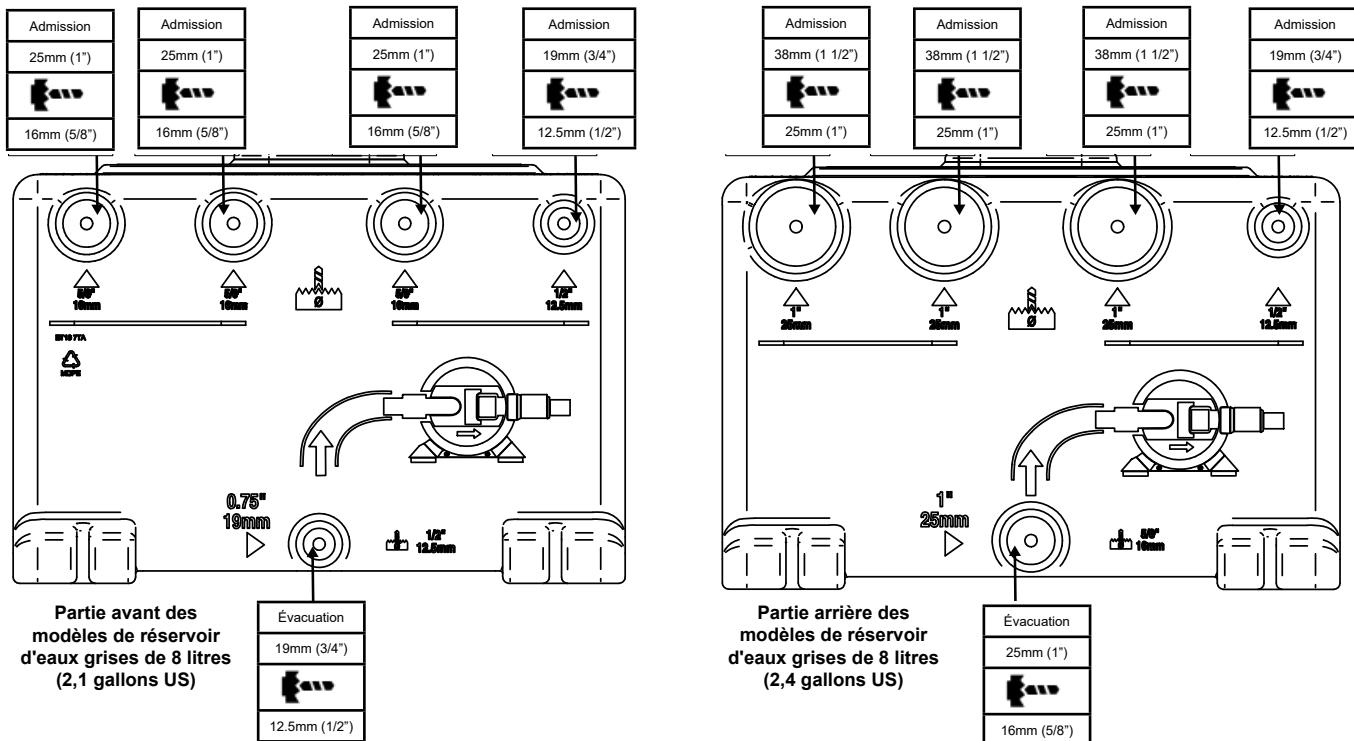

Figure 3 Dimensions des orifices et diamètres de perçage recommandés pour le réservoir d'eaux grises de 8 litres (2,4 gallons US)
Étape 1 : Percez uniquement les orifices qui seront utilisés dans le cadre de l'installation. Les tailles des orifices et les diamètres de perçage recommandés sont indiqués sur la Figure 3 pour le réservoir de 8 litres (2,1 gallons US). Veillez à ce que tous les copeaux soient éliminés de l'intérieur du réservoir après le perçage.